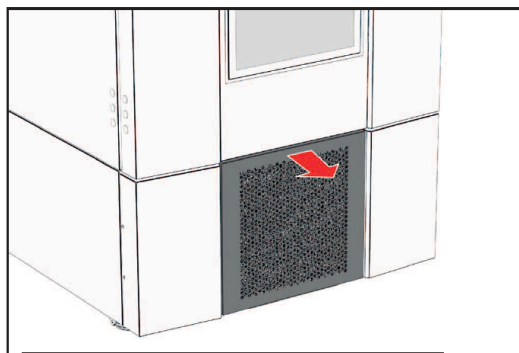

Рисунок 36: Закрытая крышка
- Снимите крышку конденсатора потянув ее вверх (рисунок 36).